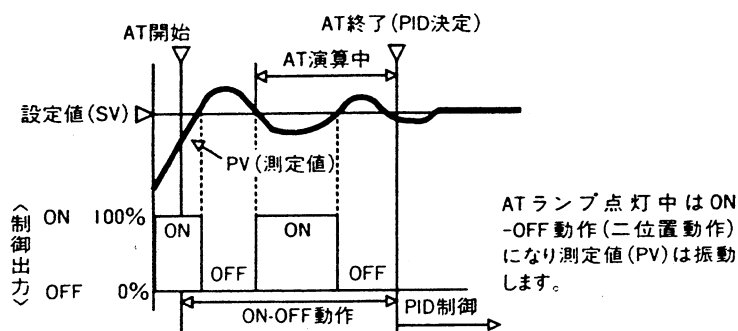
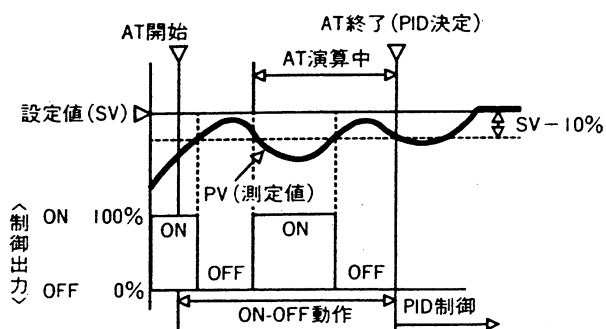

図1-1
図1-2
- (h) オートチューニングを行っている時、PVおよび出力は図1-1、図1-2のように動作します。